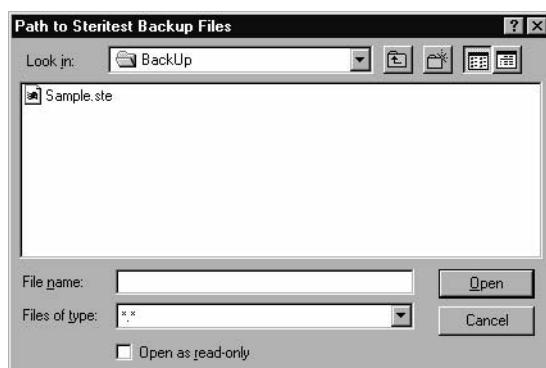

Figura 37: *Seleccionar la ruta de las copias de seguridad*
3. Introducir la ruta en el campo “**Path to Steritest Backup Files**” o hacer clic en el botón [. . .] para abrir la ventana de navegación y seleccionar la ruta (Figura 37).